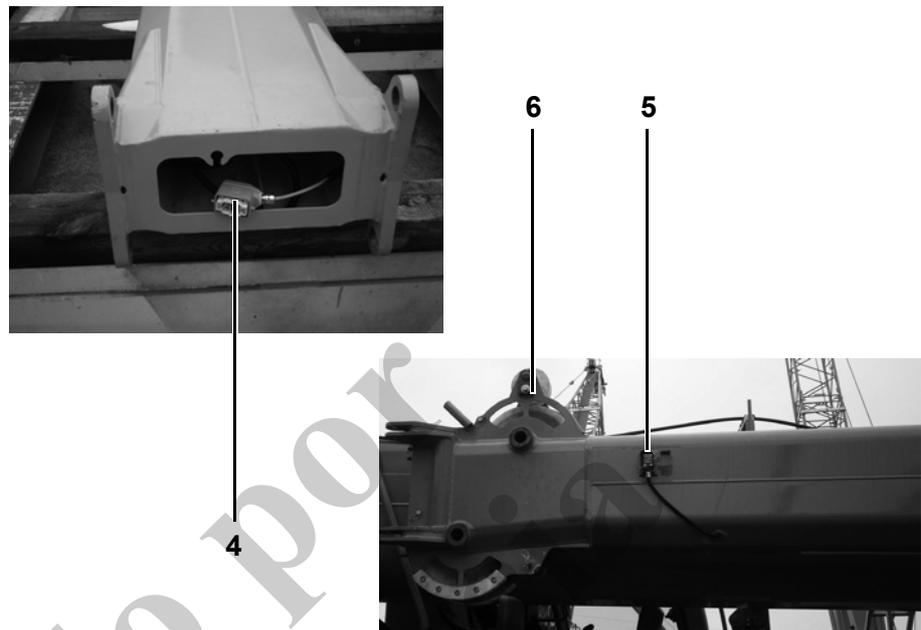
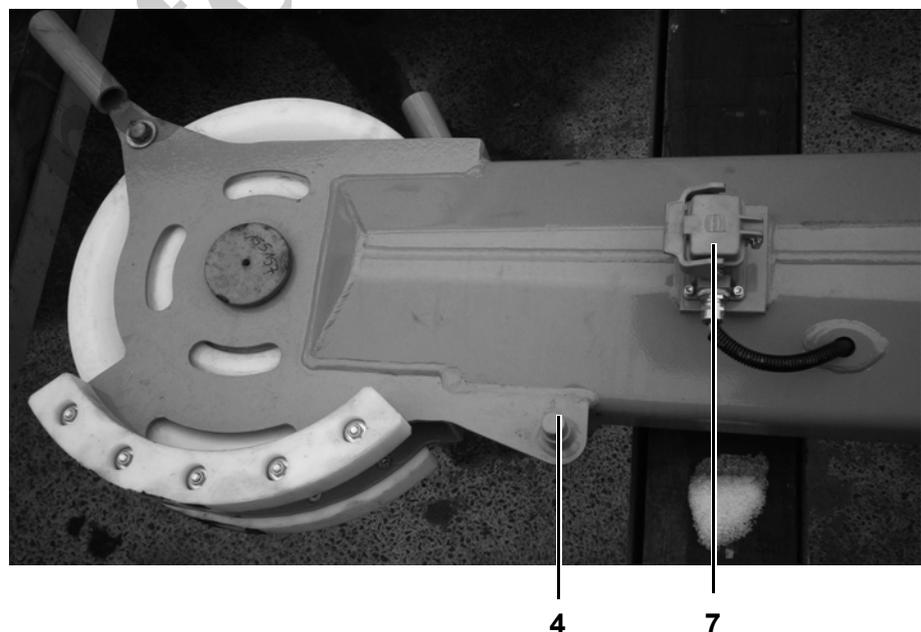

Fig. 238 Conexión del interruptor limitador de elevación a la extensión de la pluma de extremo
Fig. 239 Conexión del interruptor limitador de elevación a la extensión de la pluma de extremo
10	Pase el cable del malacate 1 sobre la polea de deflexión de la pluma principal y la cabeza de la pluma de extremo. Pase el cable entre la polea pequeña (6, Fig. 238) y la polea grande en la cabeza de la pluma de extremo, después sobre la polea en el extremo de la extensión de la polea de extremo, y luego entre la polea en la pluma de extremo y el aparejo de gancho inferior.
11	Conecte el cable de conexión (pluma de extremo) del interruptor limitador de elevación (4, Fig. 238) al tomacorriente de la pluma de extremo (5, Fig. 238).
- 12 Sujete el interruptor limitador de elevación a la extensión de la pluma de extremo (6, Fig. 238) y conéctelo al tomacorriente correspondiente (7, Fig. 239).